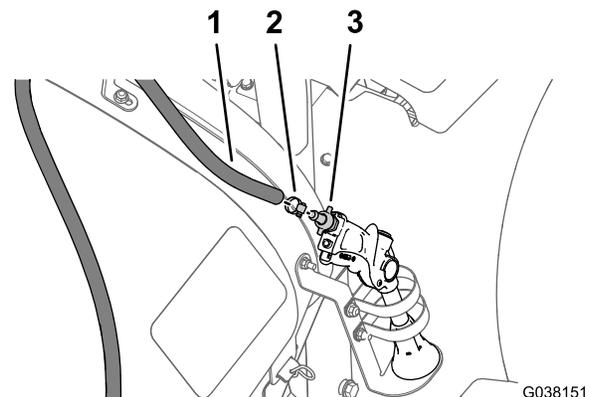

Bild 13
- Entfernen Sie die Schlauchklemme, mit der der Zulaufschlauch am gezahnten Anschlussstück der Spritzpistole befestigt ist (Bild 13).
- Nehmen Sie den Zulaufschlauch vom gezahnten Anschlussstück ab (Bild 13)